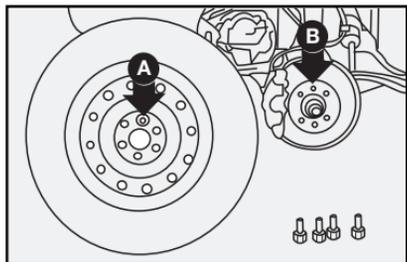

fig. 15
6) Monte la rueda de repuesto, de manera que los tornillos **B** coincidan con los orificios **A**-fig. 15.